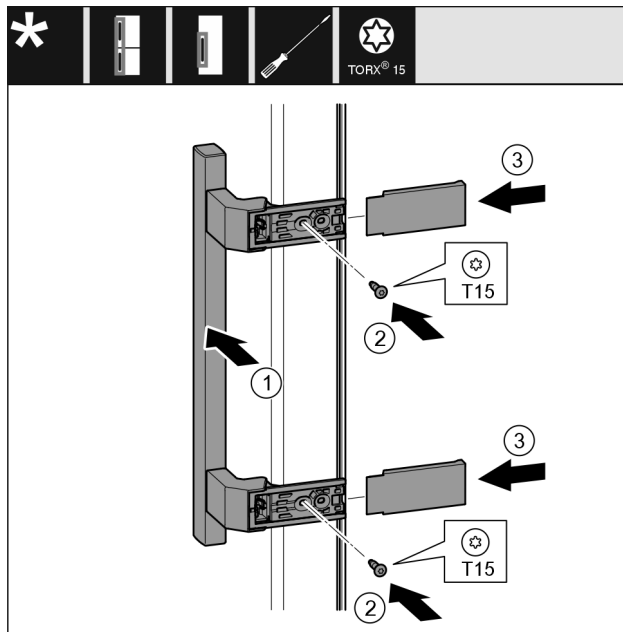

Fig. 9
- Placer la poignée du côté opposé. Fig. 9 (1)
- Les trous de vis doivent être exactement superposés. Fig. 9 (2)
- Serrer les vis au moyen d'un tournevis T15. Fig. 9 (2)
- Placer les recouvrements latéralement et les faire glisser. Fig. 9 (3)